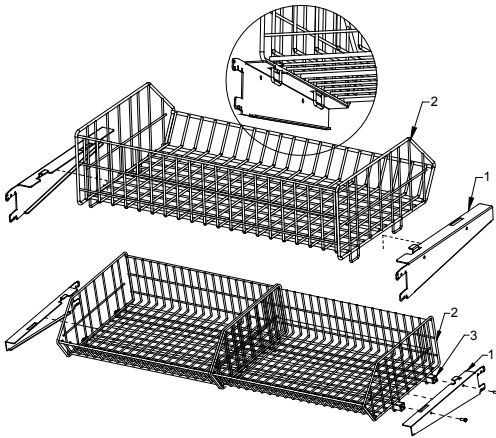

Abb.7 Gemüse- und Obstkörbe
2. Die Regalen und/ oder Körben Abb.5 (S.27) i/oder Abb.7 (S.27) an